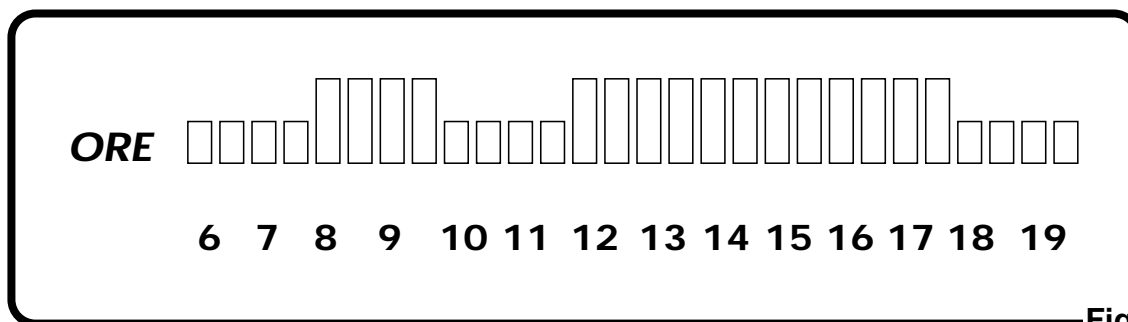

Fig. 34
12.12 Inserimento programma, nel temporizzatore GIORNALIERO: Sollevare tutti i cavalieri corrispondenti alle fasce orarie in cui NON si desidera riscaldare l'ambiente. Esempio della procedura è raffigurato in Fig. 34, in cui non si desidera l'accensione del radiatore dalle ore 8 alle ore 10 e secondariamente dalle ore 12 alle ore 17.